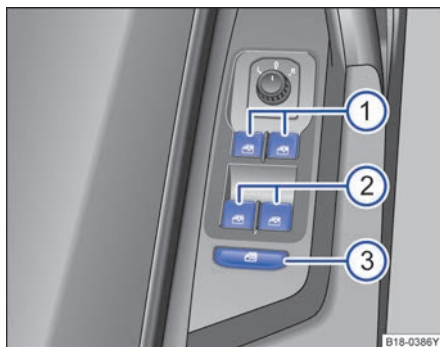

图 54 在驾驶员侧车门内：前部和后部车窗升降器的按钮。
⇒ 图 54 的图例：
安全按钮 ⇒ 图 54 ③ 停用后门车窗控制按钮。这时按钮中的黄色指示灯亮起。